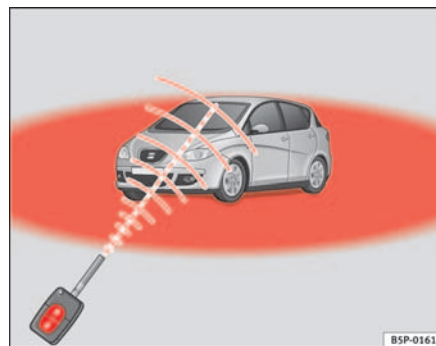

Fig. 65 Radio de acción del mando a distancia por radiofrecuencia
- El mando a distancia por radiofrecuencia funciona únicamente dentro de su radio de acción ⇒ **página 102, fig. 65** (zona roja).